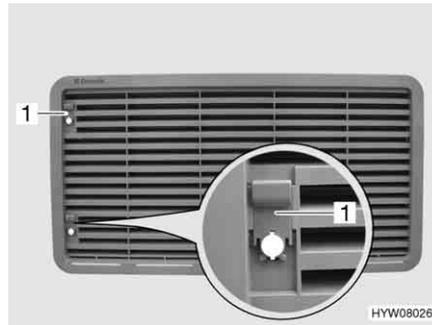

Fig. 204 Rejilla de ventilación del frigorífico (con corredera)
- Empujar la corredera (Fig. 204,1) hacia arriba.